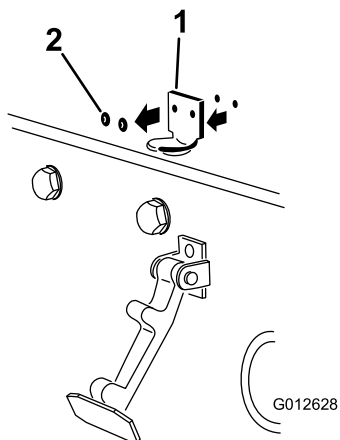

Figura 3
2. Rimuovete i 2 rivetti che fissano la staffa del fermo del cofano al cofano (Figura 3). Rimuovete la staffa del fermo dal cofano.